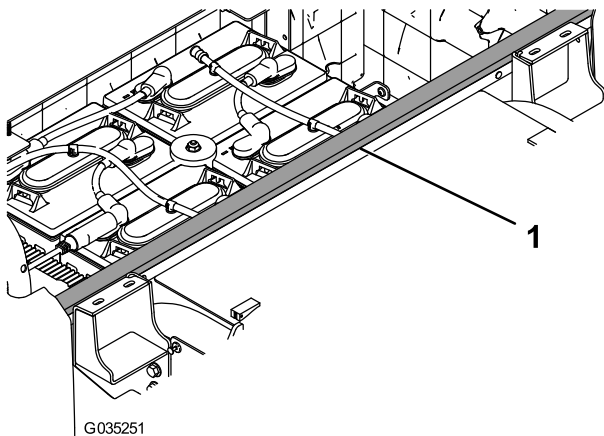

Figure 8
1. Retirez la pellicule protectrice au dos du joint en mousse et collez le joint sur la machine, comme montré à la Figure 8.